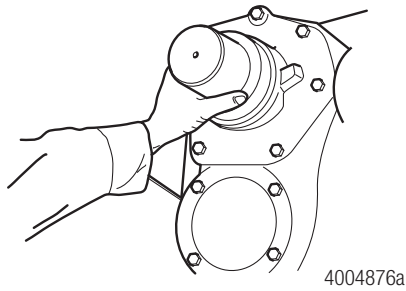

Figura 9
6. Instale el sello de entrada del eje delantero-trasero. Sostenga la camisa y el sello únicamente sobre la superficie exterior. Coloque el sello dentro del instalador y alinéelo con la jaula del rodamiento de entrada del eje delantero-trasero. No toque los labios de la superficie interior del sello. Use un martillo de impacto reducido y el instalador adecuado para colocar el sello en la jaula del rodamiento. Figura 9.